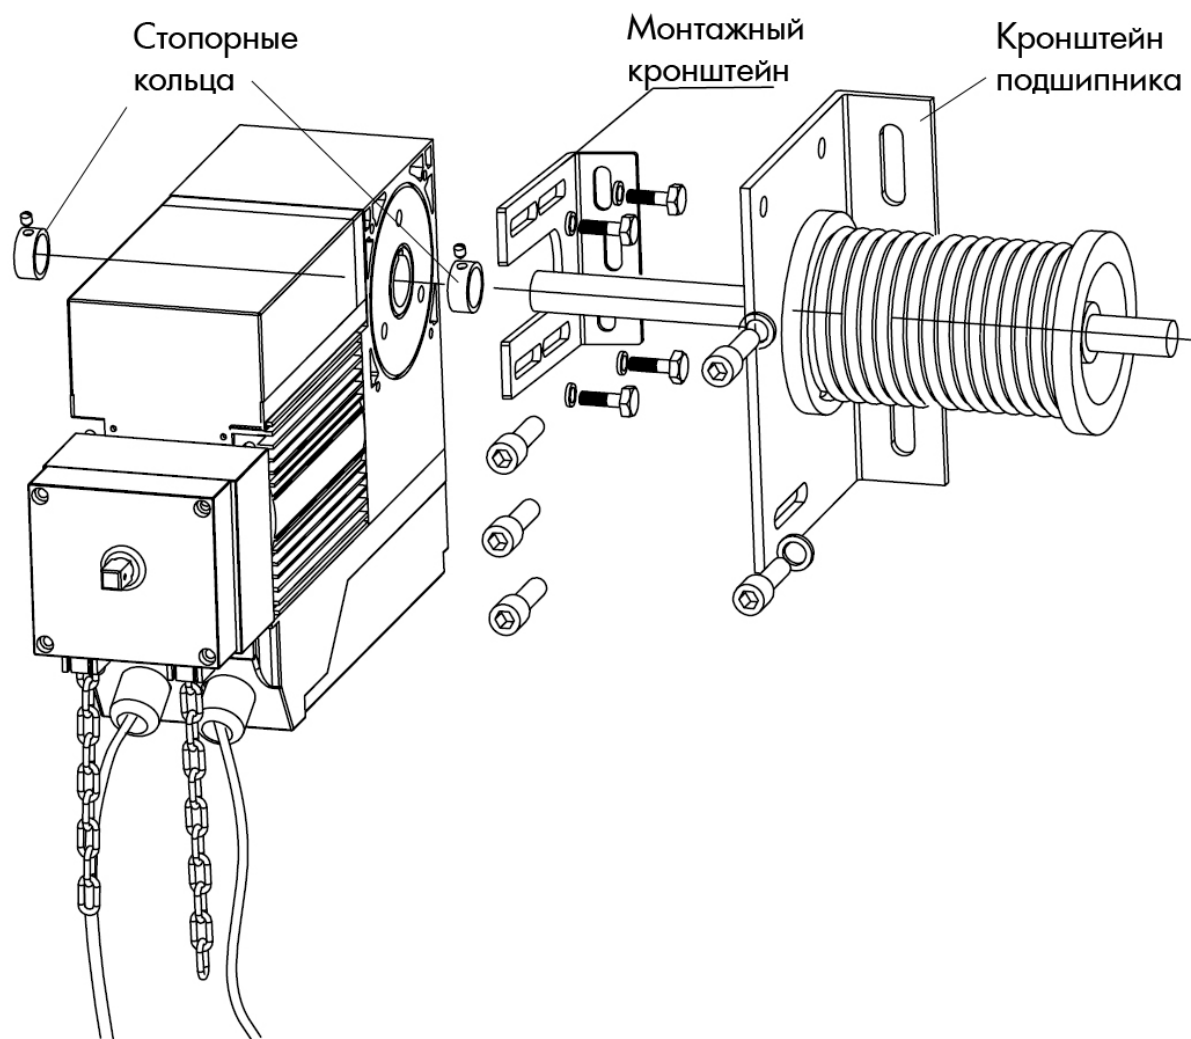

Рис. 2
- Установите первое стопорное кольцо вплотную к приводу и зафиксируйте оба стопорных кольца. (См. Рис.2)